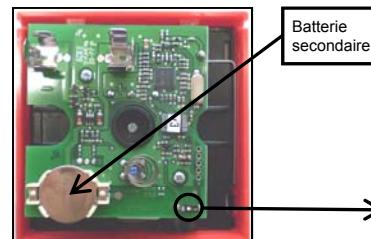

Figure 6 – La batterie secondaire et l'interrupteur de configuration
1) Positionner l'interrupteur de configuration sur ON (figure 6).
2) Insérer la batterie secondaire dans son logement (figure 6).